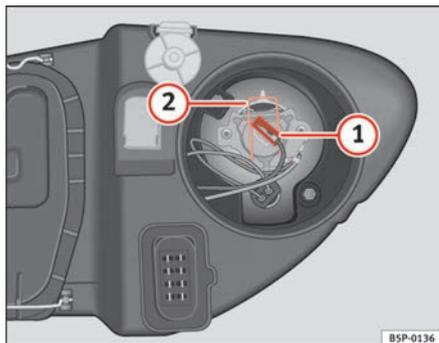

Fig. 167 Abbaglianti
- Estrarre il connettore ⇒ fig. 167 ① della lampada.
- Premere la molla ⇒ fig. 167 ② verso l'interno e verso destra.